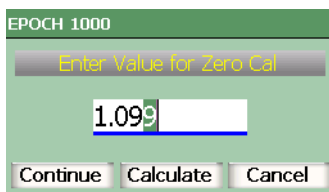

Figura 3-24 Esempio di finestra di dialogo
1. Premere i tasti di direzione destro e sinistro per posizionare il cursore sulla cifra da modificare nella zona di testo della finestra di dialogo, come nell'esempio mostrato nella Figura 3-24 alla pagina 89.